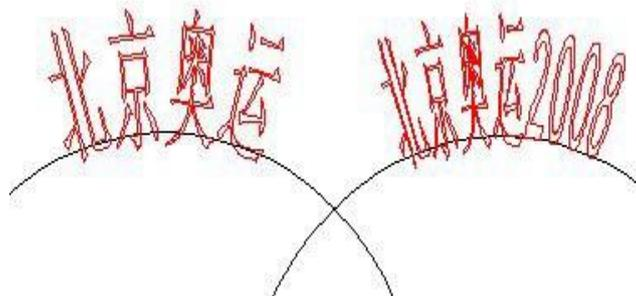

Abbildung 4-13 Vergleich von zwei Texten (der Grenzwinkel beträgt 45 Grad).
**Basiswinkel:** Der Richtwert für die Ausrichtung des Textes am Kreis. **Begrenzung des Winkelbereichs:** Wenn diese Option aktiviert ist, wird der Text im Winkelbereich begrenzt, unabhängig davon, wie viele Zeichen der Benutzer eingibt. (Abbildung 4-13)